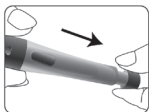

Figura 26
PASO 6: Retire lentamente el cartucho de lancetas del capuchón del dispositivo de punción hasta escuchar un clic, lo que indica que el portalancetas se ha ajustado en la posición correcta. Suelte el cartucho de lancetas para volver a la posición original. Ver figura 26.